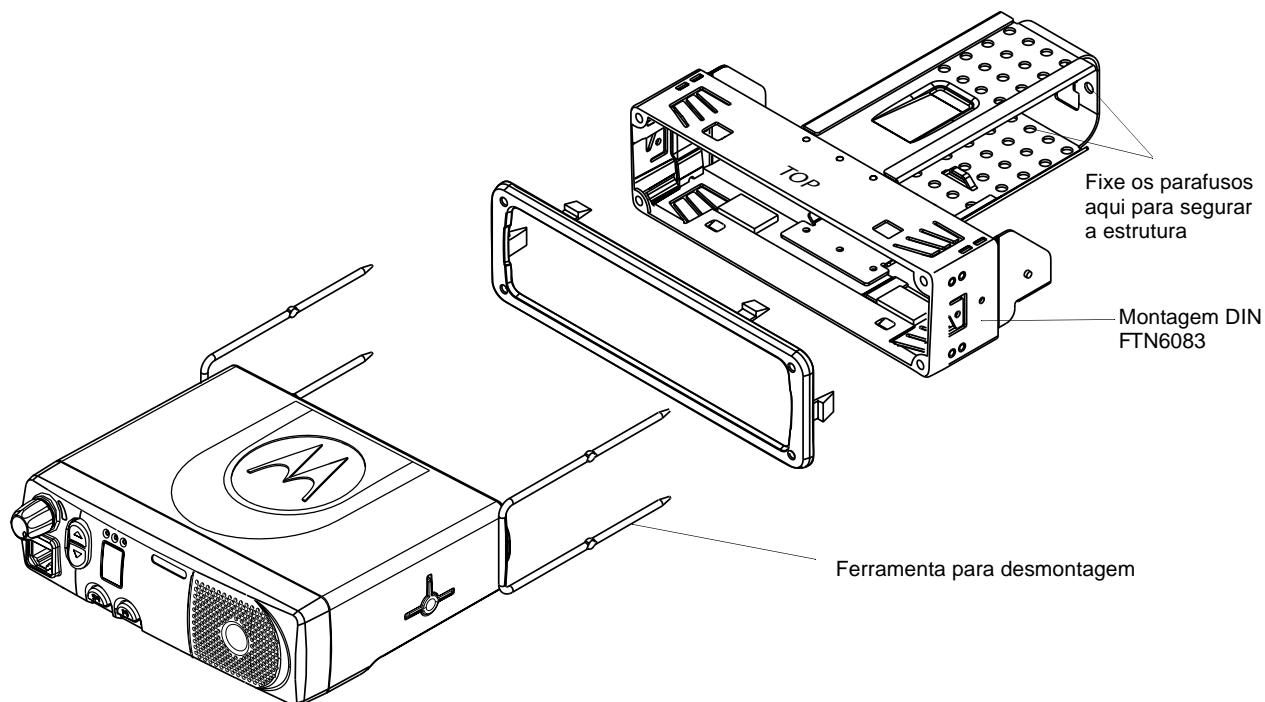

Figura 5-1. Colocação do rádio na estrutura
5.1.2 Inserção do rádio na estrutura de montagem (Figura 5.1)